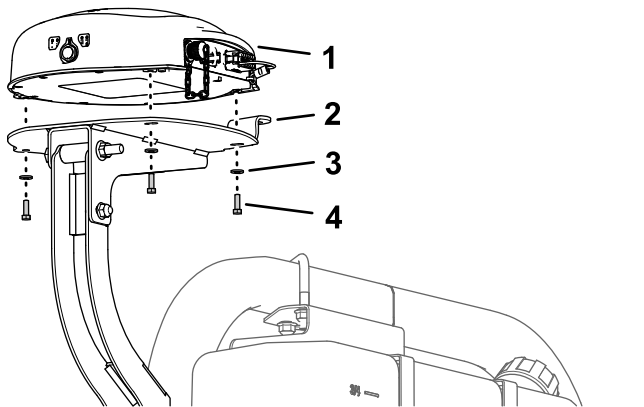

Figura 158
- Allineate i 3 filetti alla base del ricevitore di navigazione con i 3 fori nel supporto del ricevitore (Figura 158).
- Montate il ricevitore sul supporto (Figura 158) con i 3 bulloni a testa esagonale (5 x 16 mm) e 3 rondelle (5 mm).